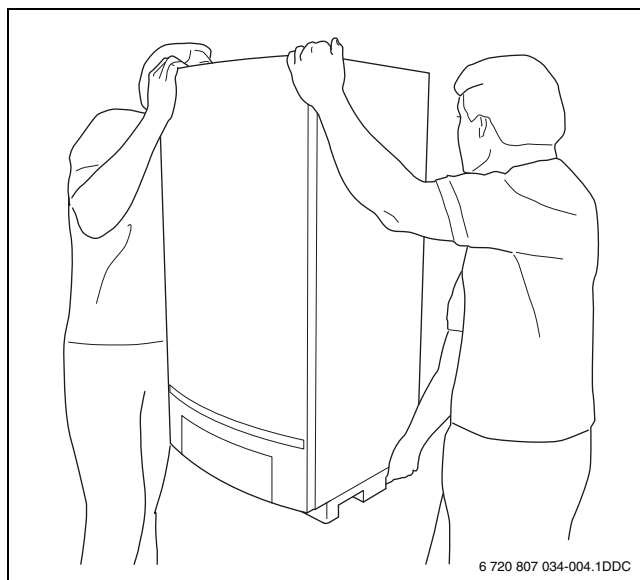

Bild 9 Ordnungsgemäßes Heben und Tragen des Gas-Brennwertgeräts
- ▶ Gas-Brennwertgerät nur an den Seiten anfassen und nicht am Bedienfeld oder am Abgasrohranschluss (→ Bild 9).